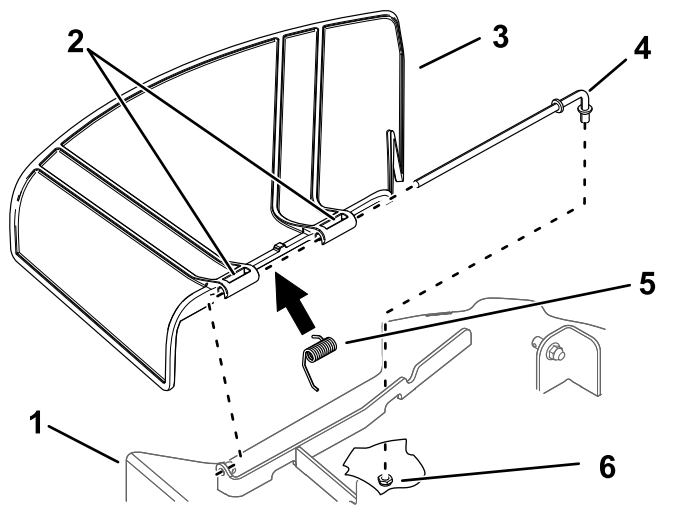

Figure 74
1. Retirez l'écrou ( $\frac{3}{8}$ " ) de la tige, sous le plateau de coupe (Figure 74).
2. Sortez la tige du support du plateau, du ressort et du déflecteur d'herbe (Figure 74).
4. Montez le nouveau déflecteur d'herbe (Figure 74).
7. Insérez la tige dans le second pivot du déflecteur d'herbe (Figure 74).
9. Fixez l'extrémité arrière de la tige dans le plateau de coupe à l'aide d'un écrou (3/8"), comme montré à la Figure 74.